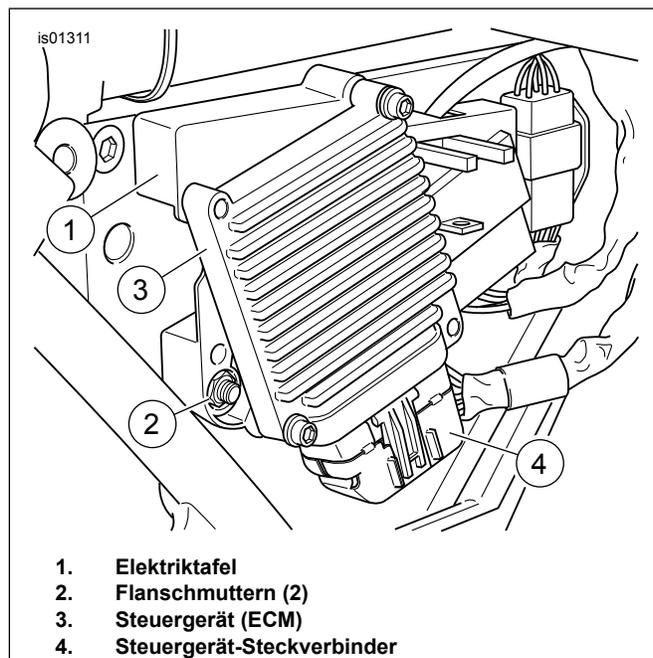

Abbildung 10. Elektriztafel (FL Touring-Modelle von 2002 bis 2007)
- Siehe Abbildung 10. Die zwei Flanshmutter (2) von der Elektriztafel (1) entfernen. Die Baugruppe Elektriztafel mit angebrachtem Steuergerät (ECM) und Steckverbinder von der Seite des Batterieträgers wegziehen.